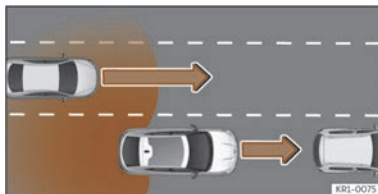

Fig. 152 Adelantamiento con tráfico en la parte trasera.
- Cuando se es adelantado por otro vehículo >>> **fig. 152**.